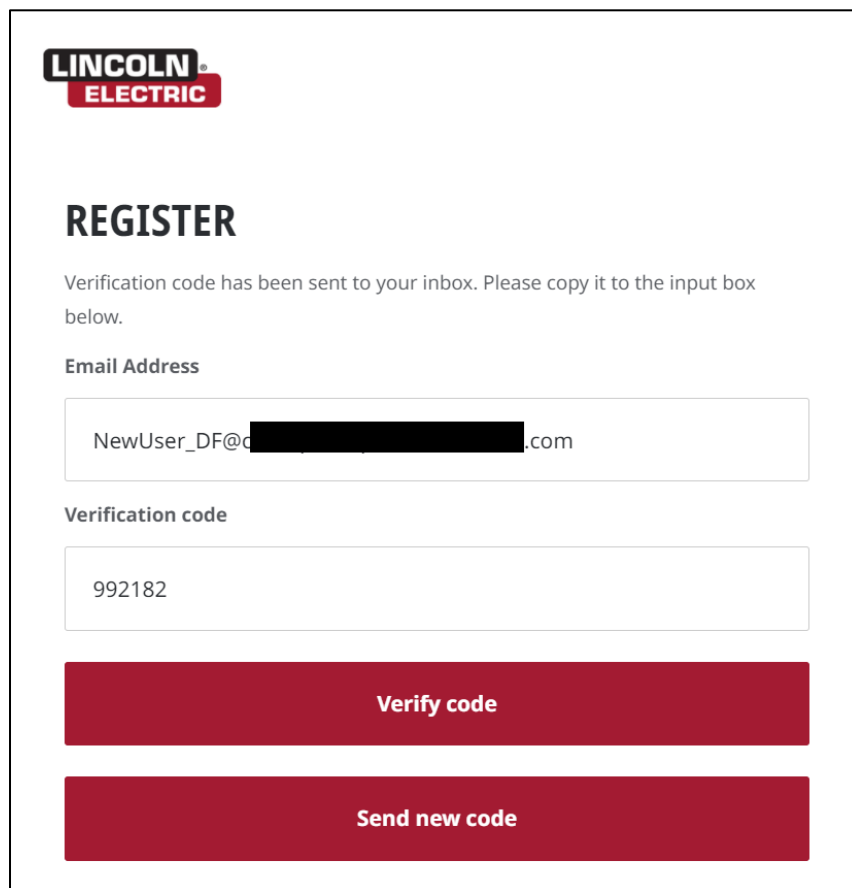

Figura 2.4 Ingrese el código para verificar el correo electrónico
2. Escriba o pegue el código en el campo de la pantalla Register your Email Address (Registre su dirección de correo electrónico) y haga clic en el botón Verify code (Verificar código) .	Consulte la Figura 2.4. Si nunca recibió un mensaje de verificación con un código en su cuenta de correo electrónico, puede hacer clic en el botón Send new code (Enviar nuevo código) .